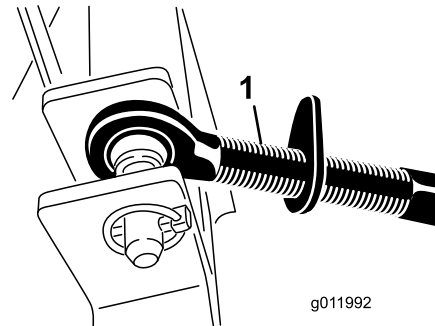

Bild 5
1. Stecken Sie den Oberlenker in die Löcher in der Gebläsehalterung und befestigen Sie diese mit einem Lastösenbolzen und Klapstecker (Bild 5).
4. Bei der kürzesten Länge der Welle müssen die beiden Hälften der Zapfwelle mindestens 37 mm zusätzlichen Abstand oder Zusammenklappraum haben (Bild 5).